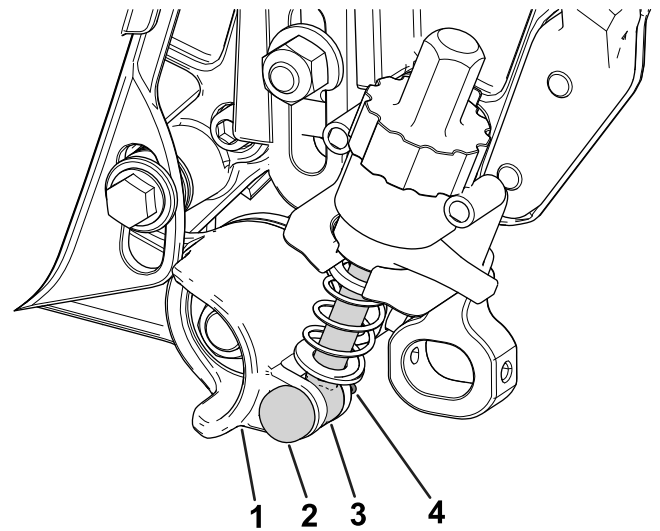

Figura 13
- Sitúe la varilla del brazo de ajuste cerca del collar de ajuste del conjunto tensor y sujétela al collar con un pasador de ajuste y una chaveta (Figura 13).